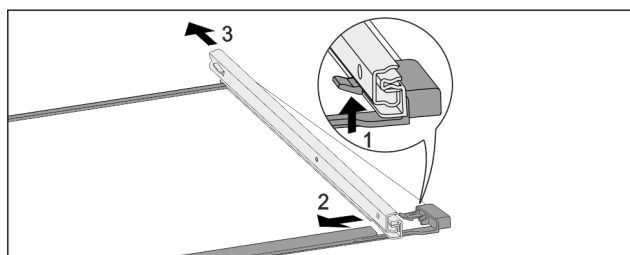

Fig. 172 Ripiano in vetro con guide
- Premere il gancio di fermo anteriore verso l'alto. Fig. 172 (1)
- Far scorrere la guida estraibile di lato Fig. 172 (2) e verso il lato posteriore Fig. 172 (3).